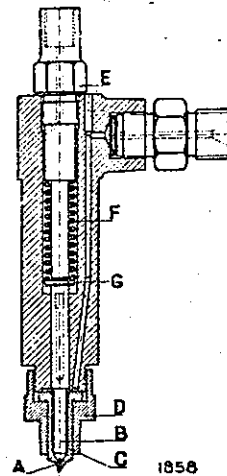

Fig. 18.
62. HET INSPUITSTUK (KROMHOUT); zie fig. 18.